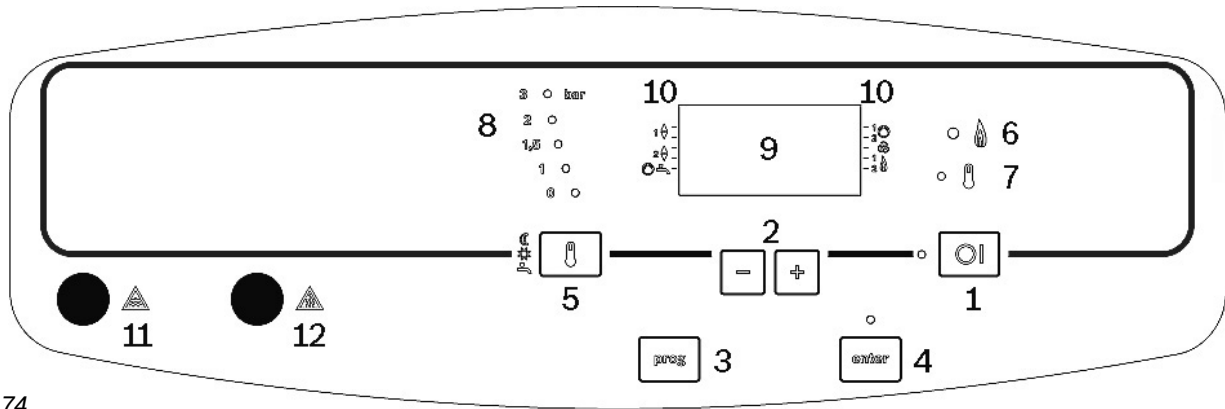

Fig. 74
- ▶ zijn aandacht vestigen op de controle van de waterdruk d.m.v. de digitale drukweergave op het display (zie fig. 74),
- ▶ attirer son attention sur le contrôle de la pression d'eau à l'aide de l'indication de pression digitale sur l'afficheur (voir fig. 74),
13.6 Inbedrijfname (fig. 74)
- ▶ De brander blijft onder spanning bij elke uitschakeling van de ketel (toets **ON/OFF** (1) op **OFF** = LED dooft).
13.6 Mise en service (fig. 74)
Bij normale werking kan de werksstatus gekozen worden met de toetsen +/- (fig. 74).
En mode de fonctionnement normal, les touches +/- permettent de sélectionner le régime de fonctionnement (fig. 74).